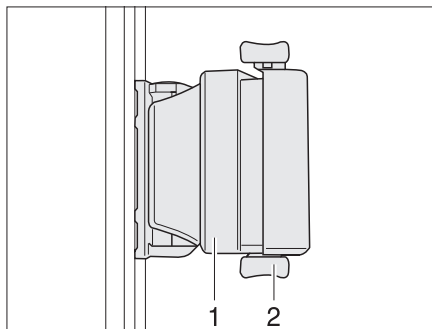

Fig. 59 Finestra scorrevole con bloccaggio scorrevole
- Ruotare il bottone di bloccaggio (Fig. 59,1) portandolo in posizione verticale.
- Premere la maniglia (Fig. 59,2) e spingerla contemporaneamente in avanti o indietro.